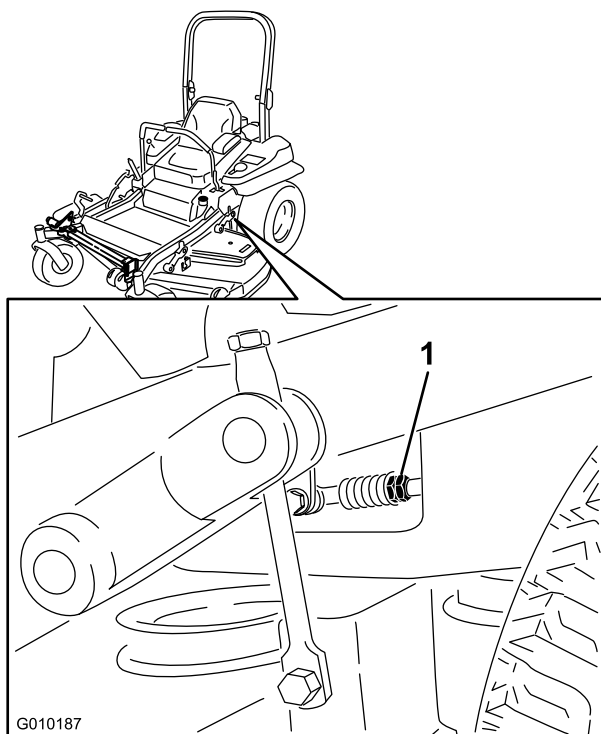

Figure 78
7. Placez les leviers de commande de déplacement en position point mort. Réglez la longueur des tiges de pompes en tournant les doubles écrous dans le sens voulu jusqu'à ce que les roues tournent légèrement en marche arrière (Figure 78). Placez les leviers de commande de déplacement en position de marche arrière et, tout en appuyant légèrement sur les leviers, laissez les ressorts de marche arrière ramener les leviers au point mort. Les roues doivent s'arrêter de tourner ou tourner légèrement en arrière.